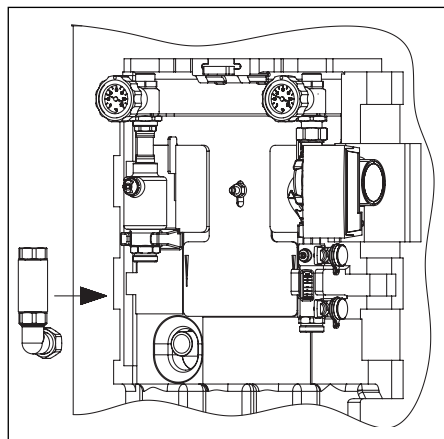

Fig. 18 Montaggio tubo corrugato in metallo per mandata gruppo solare
- Collegare la mandata del Gruppo solare mediante il tubo corrugato isolato in metallo G1 (Fig.18) Lunghezza L = 85 mm ed il raccordo ad angolo al serbatoio.